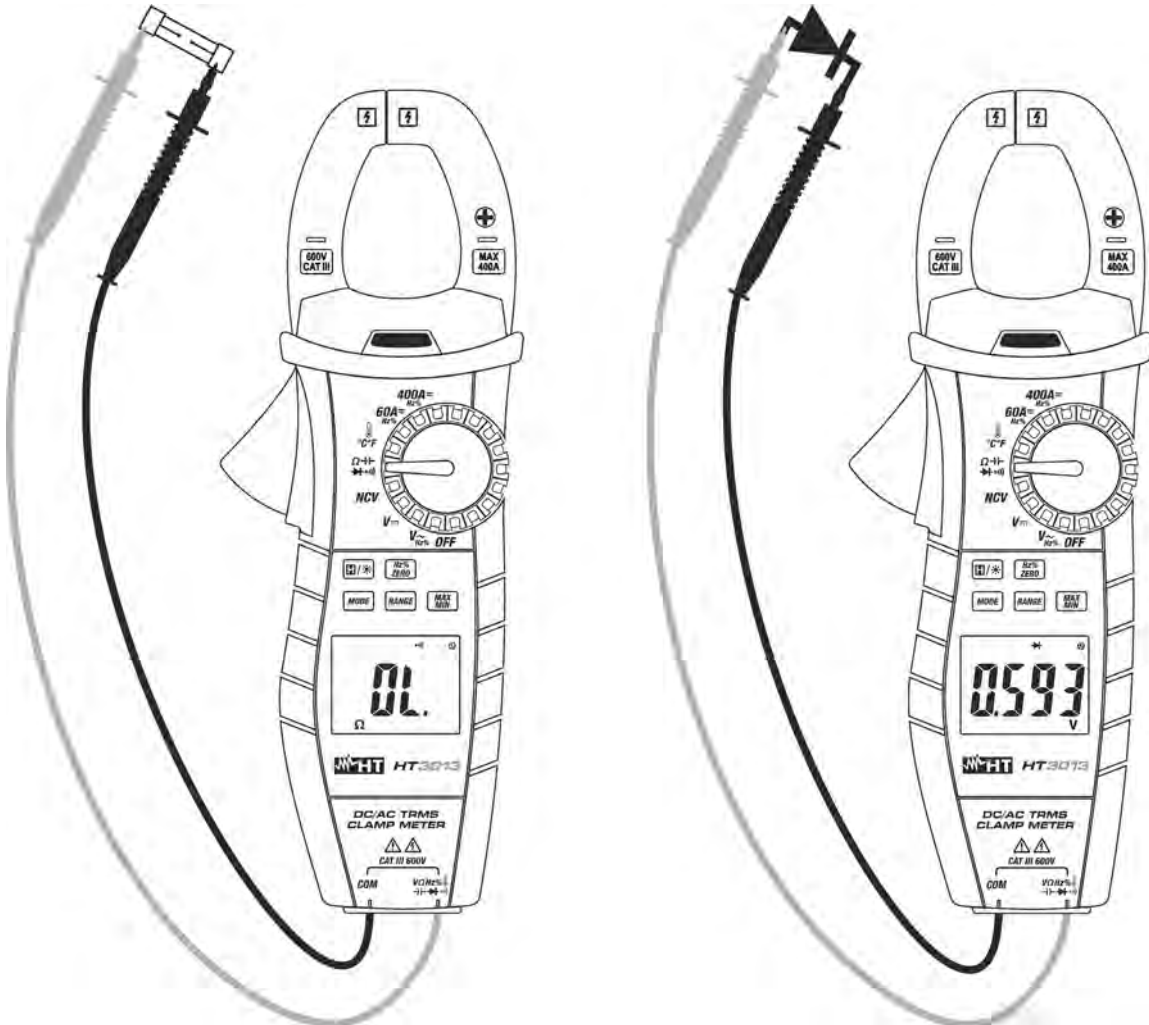

Fig. 8 : Utilisation de l'instrument pour test de Continuité et Test des Diodes
3. Insérer le câble rouge dans l'entrée du jack $\text{V}\Omega\text{Hz}\% \rightarrow \text{bell}$ et le câble noir dans l'entrée du jack **COM** et exécuter le test de continuité sur l'objet sous test (voir la Fig. 8 - partie gauche). L'alarme émet un signal sonore si la valeur de résistance mesurée est inférieure à 150Ω environ.
5. Connecter l'embout rouge à l'anode de la diode et l'embout noir à la cathode en cas de mesure de polarisation directe (voir la Fig. 8 – partie droite). Inverser la position des embouts en cas de mesure de polarisation inverse.